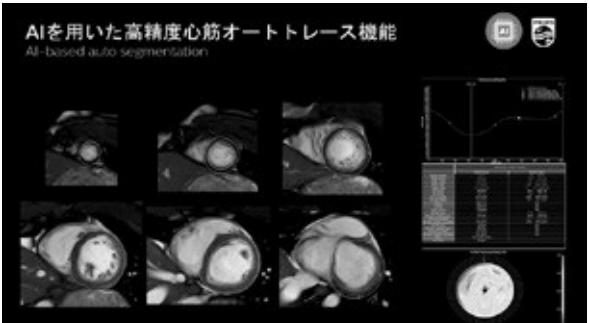

Fig.3 AI による心筋オートトレース
トウェアとして、AI 技術を搭載した心筋オートトレース機能が加わった。近年における心機能解析において、10 年前以上前と比較すると左室 (LV) に対するオートトレースの精度は向上してきているものの、やはり心基部 (Base) や心尖部 (Apex) では精度が低く、手動で各フェーズ画像に対して修正が必要であった。また右室 (RV) に関しては、オートトレース機能はなく手動によりトレースされてきた。ISP v12 では、左室 (LV) / 右室 (RV) 機能解析アプリケーションが拡張され、AI 技術により心筋オートトレースの精度が大幅に向上し、LV のみならず RV も可能となった。LV / RV Volume は心周期全体を通して事前に計算され ED / ES フェーズを自動検出する。これにより、これまで解析に多くの時間を要していた Ejection Fraction (EF) や Stroke Volume (SV) が短時間で算出できるようになった。さらにこの解析はオペレーターの負担軽減を目的として解析ソフトウェアを立ち上げる必要なく、バックグラウンドでアルゴリズムを実行することも可能であり、解析結果は 20 秒程度で心筋トレース表示が可能である (Fig.3)。この新しい AI ベースの自動セグメンテーションアルゴリズムを使用して、これまで 1 症例当たり 15 ~ 20 分かかる LV / RV 機能解析が、5 分程度で完了できるようになった。